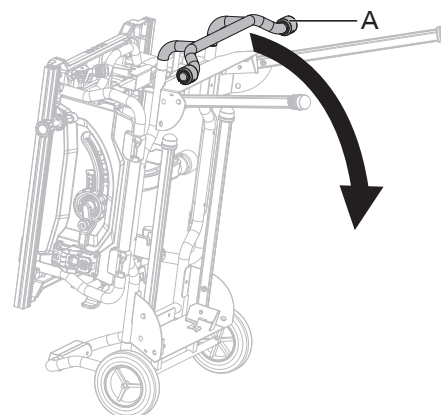

Fig. 3b
- Agarre el asidero (A) de manera firme e incline lentamente el soporte hacia abajo hasta que esté equilibrado en el suelo. (Fig. 3b-3c)